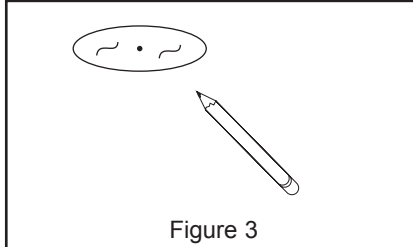

Figure 3
**Step 1.** Locate center of proposed opening on ceiling and use template to mark and accurately cut a 4-3/8" (for 4" housings), 5-1/2" (for 5" housings) or a 6-5/8" (for 6" housings) opening. For sloped ceiling housings, an oval hole template is provided. (Fig. 3).
**Paso 1.** Ubique el centro de la abertura propuesta en el cielo raso y use la plantilla para marcar y hacer exactamente una abertura de 4-3/8" (para cajas de 4"), de 5-1/2" (para cajas de 5") o de 6-3/4" (para cajas de 6") de diámetro. Para cajas que se van a instalar en cielo raso inclinado se proporciona una plantilla con un orificio ovalado y las instrucciones correspondientes (fig. 3).